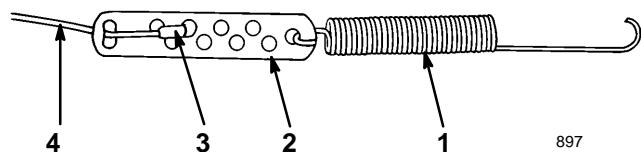

Figure 11
- 1.** Accrocher le ressort dans le trou rond à l'extrémité du réglage de câble (Fig. 11).
- 2.** Fixer l'extrémité du câble au réglage de câble comme illustré à la figure 11.